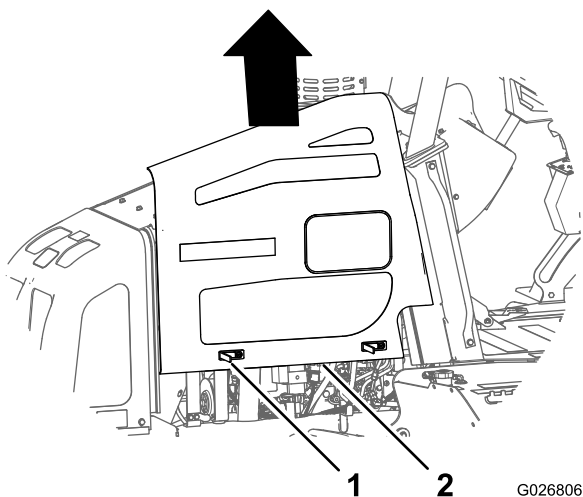

Figura 61
4. Levante o painel, removendo-o da máquina (Figura 61).